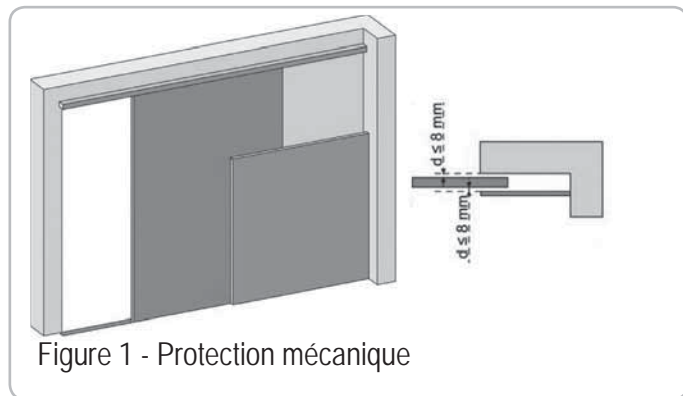
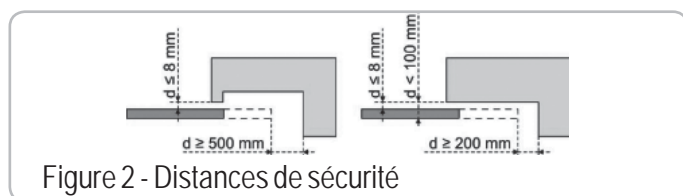

Figure 1 - Protection mécanique
Figure 2 - Distances de sécurité
ZONE 2* Risque d'écrasement avec une partie fixe attenante	Détection d'obstacle intrinsèque à la motorisation. Valider impérativement que la détection d'obstacle est conforme à l'annexe A de la norme EN 12 453). Protection par une protection mécanique (voir Fig.1) ou par des distances de sécurité (voir Fig.2)
2.1 Composition - Fig. 1
2.2 Domaine d'application - Fig. 2
> Types de portes (Fig.2)